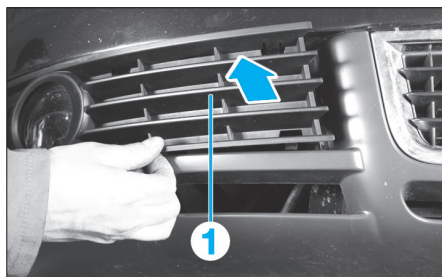

Fig. 68
- Dégrafer les caches (1) des projecteurs anti-brouillard (Fig.68).